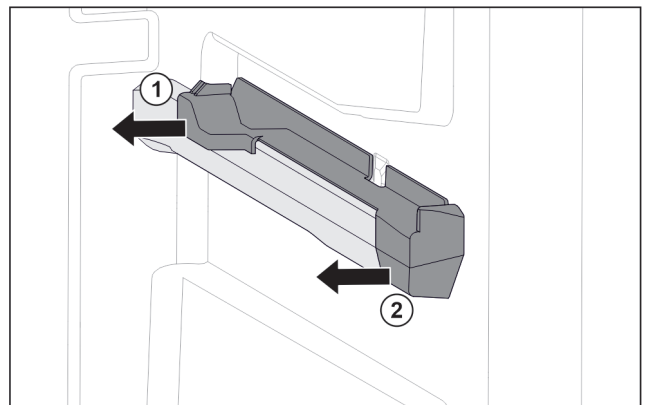

Fig. 71 Вставная часть на правом контейнерном ребре
- ▶ Отодвиньте вставную часть сзади в сторону. Fig. 71 (1)
- ▶ Отодвиньте вставную часть спереди в сторону. Fig. 71 (2)